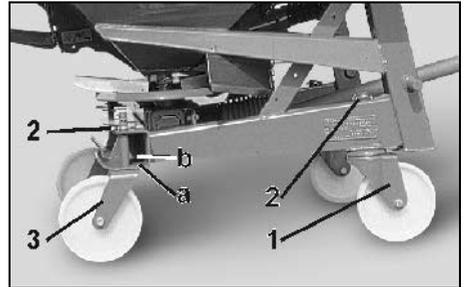

Fig. 74
- Die druckgelagerten Rollen (Fig. 74/1) vorne am Holm montieren und mit Klappsplint (Fig. 74/2) sichern.
- Die einfachen Laufrollen (Fig. 74/3) hinten in der Anhängeschiene montieren und mit Klappsplint (Fig. 74/2) sichern.